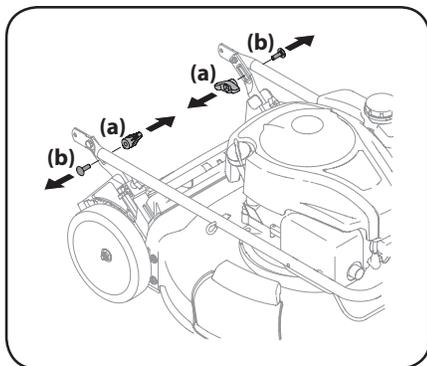

Figure 2-1
2. Retirez les écrous papillon (a) et les boulons de carrosserie (b) du guidon. Voir Figure 2-1. Ne desserrez pas et ne retirez pas les autres boulons qui se trouvent à proximité.